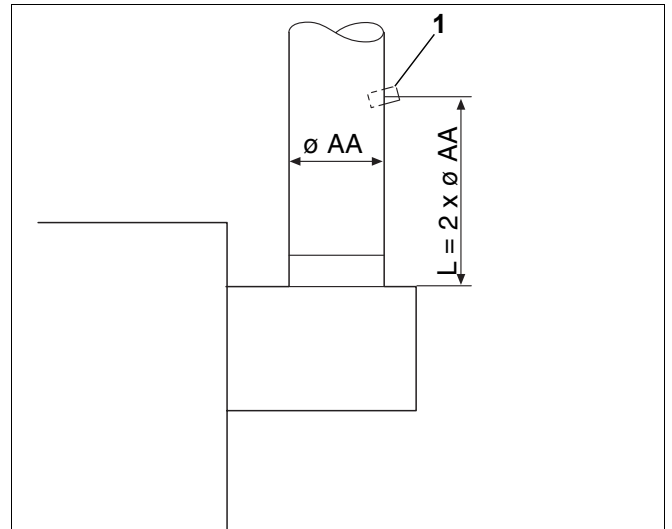

Fig. 28 Înregistrarea valorilor măsurate
Pentru următoarele măsurători, trebuie să aveți puncte de măsură în conducta de gaze arse (Fig. 28, **Poz. 1**). Distanța de la siguranța de tiraj trebuie să corespundă unui diametru dublu (AA).
- Locul de măsurare în țeava gazelor de evacuare (Fig. 28, **Poz. 1**) trebuie stabilit pe partea indicată a cazanului de încălzire. Astfel se va face o gaură cu un diametru de 8 mm în conducta de gaze arse.